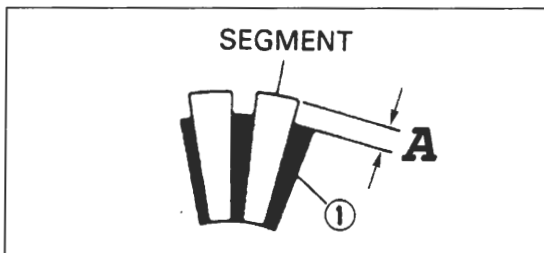

Bild 93
- ☞ Spalttiefe zwischen einzelnen Kollektorlamellen (Glimmerunterschneidung) muss mindestens 0,2 mm betragen (Bild 93). Gegebenenfalls mit Metallsägeblatt tiefer bringen. Anschließend mit 600er Schmirgelleinen abziehen.